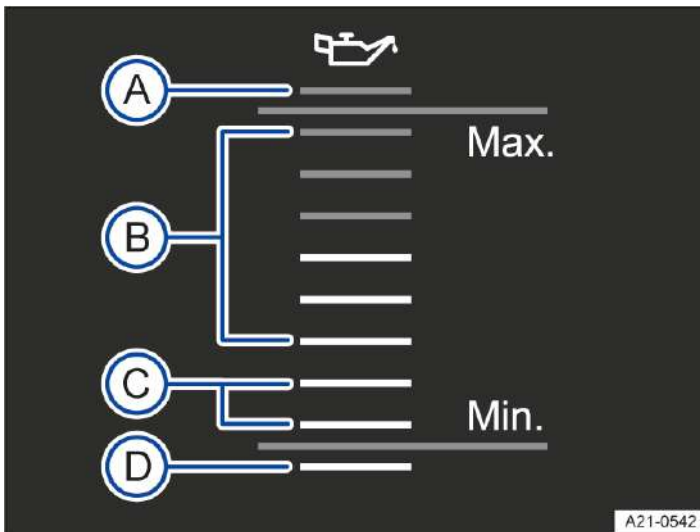

Abb. 3 Im Infotainment-System:
4. Motorölstand am Ölmesstab oder an der digitalen Motorölstandsanzeige erneut ablesen, bevor eine weitere kleine Motorölmenge nachgefüllt wird. Der Motorölstand sollte am Ende des Nachfüllvorgangs mittig im Bereich → *Abb. 2* bzw. → *Abb. 3* **(B)** liegen.
5. Wenn versehentlich zu viel Motoröl nachgefüllt wurde und der Motorölstand sich danach oberhalb des Bereichs → *Abb. 2* bzw. → *Abb. 3* **(A)** befindet, Motor nicht starten → . Fachmännische Hilfe in Anspruch nehmen.